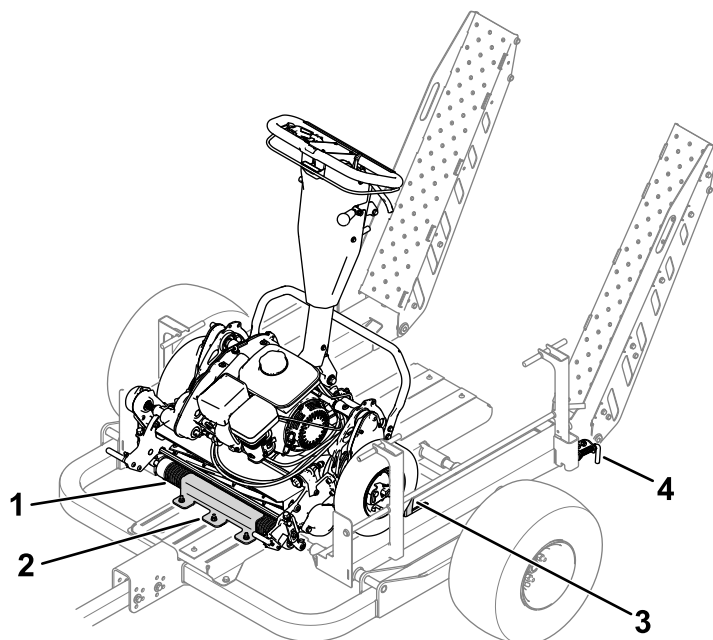

Figure 30
1. Utilisez les rampes ou glissières plates pour conduire la machine lentement sur la remorque jusqu'à ce que le rouleau avant s'engage dans le support de rouleau (Figure 30).
4. Levez les rampes et engagez les goupilles de verrouillage (Figure 30).